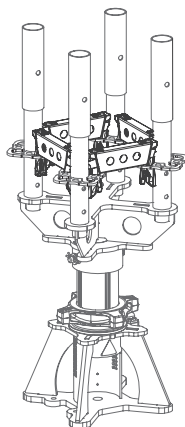

Fig. A1.04b
3. Collegare i montanti di base UVB (3) ai correnti orizzontali UH-2 25 (4). Bloccare i cunei. (Fig. A1.04b)